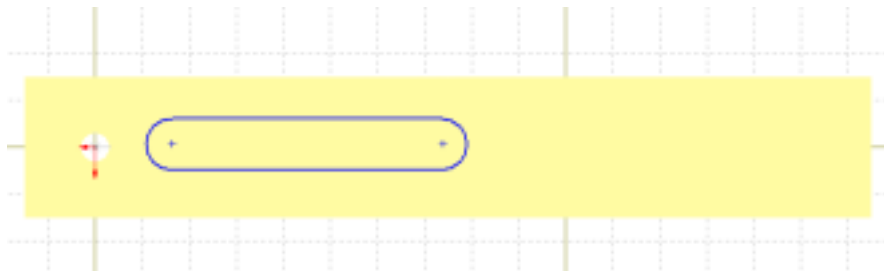

図6-29
- ①上面を選択後、スケッチアイコンを選択する。図6-29参照。
- ②直線アイコンを選択する。
- ③適当な位置から水平線を作図する。（ドラッグしながら線を描く。）
- ④正接円弧アイコンを選択し、水平線に接した円弧を描く。
- ⑤また直線アイコンを選択し、水平線を描く。同じ手順で円弧を描く。